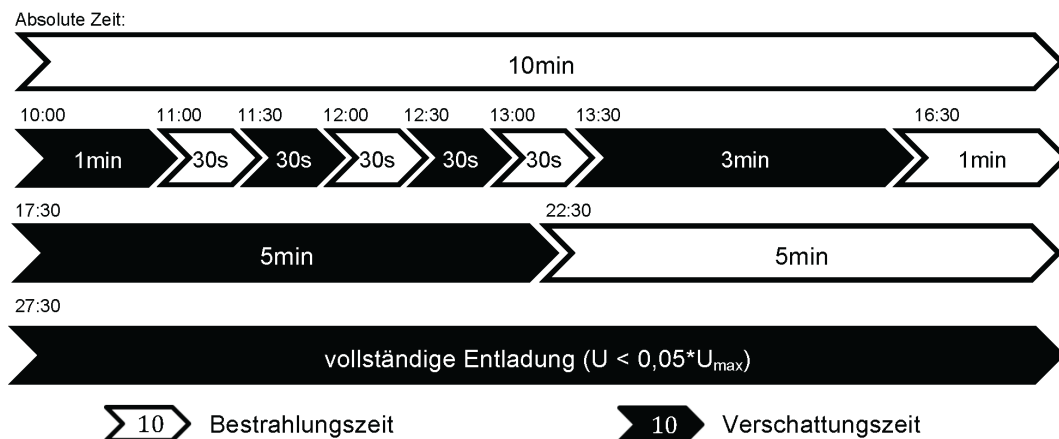

Abbildung 8: Fahrplan für Messung
- Schließen Sie die Solarzelle an einen 1 k $\Omega$  Widerstand an. Fahren Sie den in Abb. 8 gezeigten Fahrplan bei konstanter Bestrahlung, z.B. durch eine Glühlampe, ab. Messen Sie die Spannung über dem Widerstand zuerst ohne Kondensator, dann mit parallel angeschlossenem Kondensator und messen Sie dabei die Spannung über dem Widerstand. Vergleichen Sie die beiden Kurven.